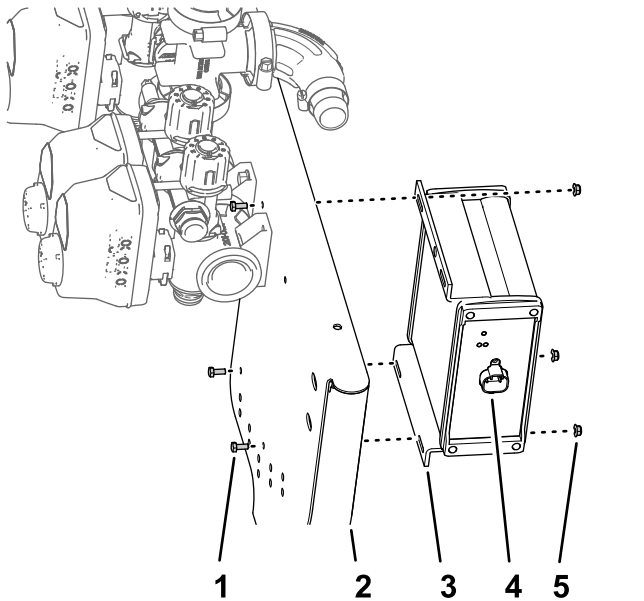

图 97
1. 将 ASC 10 打药机控制器与阀门安装架前侧对齐4针接头向外图 97。
2. 使用 3 个螺栓3 x 10mm和 4 个凸缘锁紧螺母4mm将打药车控制器安装到阀门安装架上图 97。